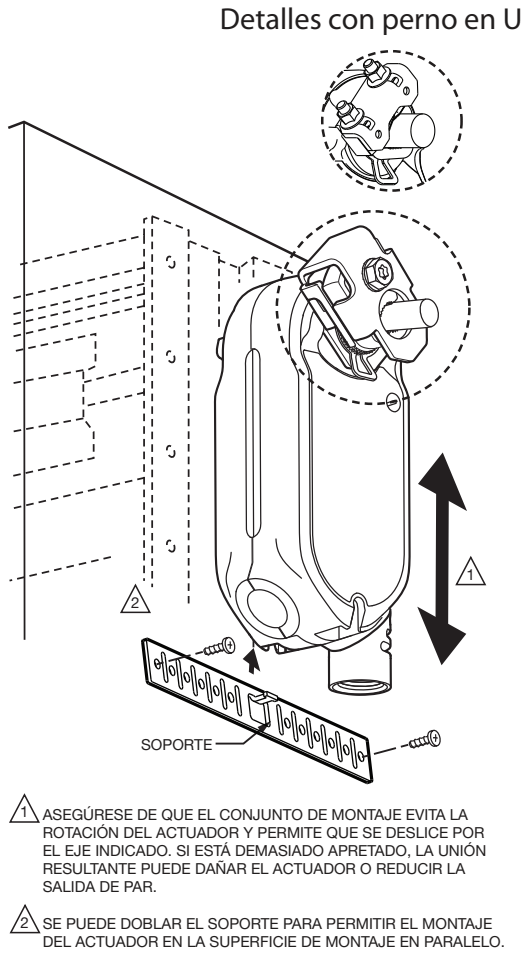

Fig. 10. Montaje del actuador en la carcasa del regulador.
1. Coloque el actuador encima del eje del regulado y mantenga el soporte de montaje en su lugar. Consulte la Fig. 10.